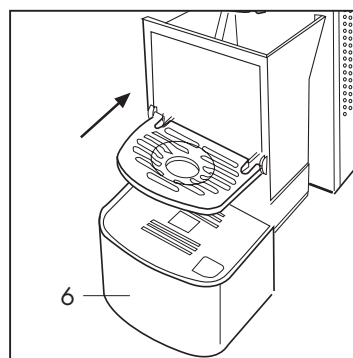

Fig. 25
Une fois propre, replacer le bac avec le porte-capsules et introduire de nouveau le verre (13) correctement dans son siège (Fig. 25)